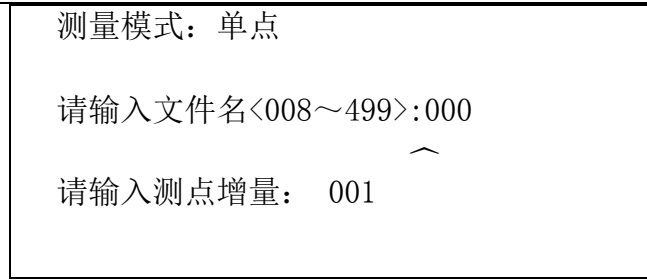

图 15
2.7.2) 单点：该功能用于测区跑点测量。下面来介绍“单点”方式中所有可用的键盘操作和界面显示内容的含义。我们同样假设用户在“设置参数”菜单界面中“测量”项设定为“Manual”单点测量时“新建文件”界面如图 15 所示：